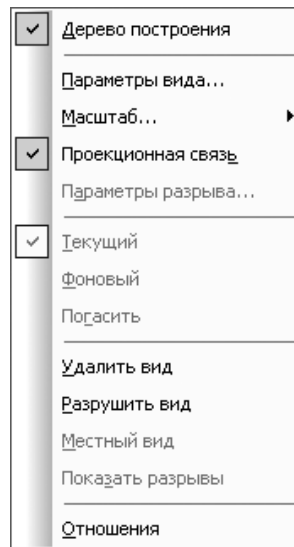

Рис. 3.116. Контекстное меню пункта **Разрез А-А** в окне **Дерево построения**
- щелкните на выделенном пункте **(т) Разрез А-А** правой кнопкой мыши. Появится контекстное меню (рис. 3.116);